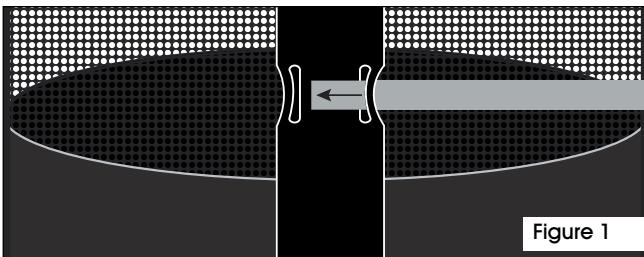

Figure 1
2. Insérez les sangles en métal à travers les fentes du support de montage fixé au récipient. (Voir Figure 1)